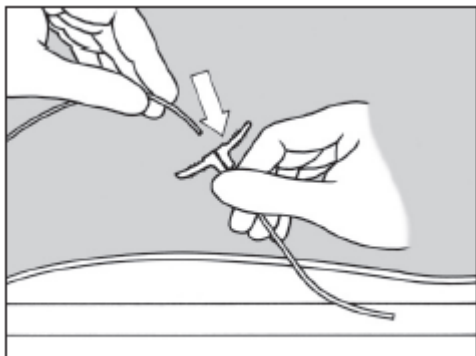

Fig. 7
- d) Irrigar o cateter com cloreto de sódio (NaCl) a 0.9%. Retirar o dilatador e o fio guia da veia e introduzir o cateter através da película rasgável (fig.7) para a posição desejável na junção da Veia Cava Superior e o átrio direito. Verificar a posição da ponta do cateter usando fluoroscopia.